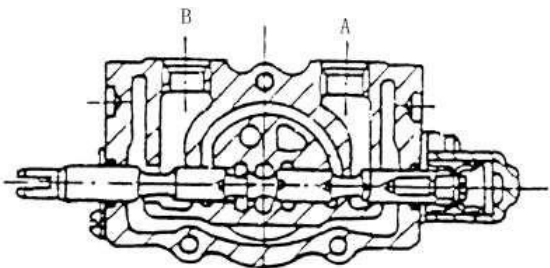

Рис. 10-5
(3) Вытягивание золотника наружу (Рис. 10-5).